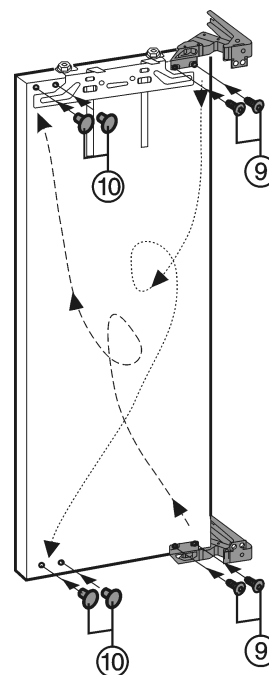

Fig. 4
- ▶ Dévisser Fig. 4 (9) les charnières de la porte, les permuter et resserrer (avec un couple de serrage 4 Nm).
- ▶ Boucher les trous de fixation à l'aide des bouchons Fig. 4 (10).